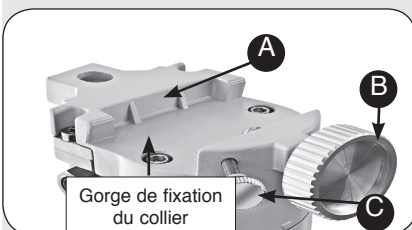

Fig. 7: fixation du collier (Monture EXOS-2)
- Installez les colliers au sommet de la monture: séparez tube optique et colliers et faites glisser la semelle plate des colliers (11, Fig. 1a) au sommet de la monture, dans la gorge. Voir Fig. 7. La base arrondie de la semelle va dans la partie arrondie de la gorge de la monture. Serrez fermement les différentes vis de blocage.
7. Installez les colliers au sommet de la monture: séparez tube optique et colliers et faites glisser la semelle plate des colliers (11, Fig. 1a) au sommet de la monture, dans la gorge. Voir Fig. 7. La base arrondie de la semelle va dans la partie arrondie de la gorge de la monture. Serrez fermement les différentes vis de blocage.